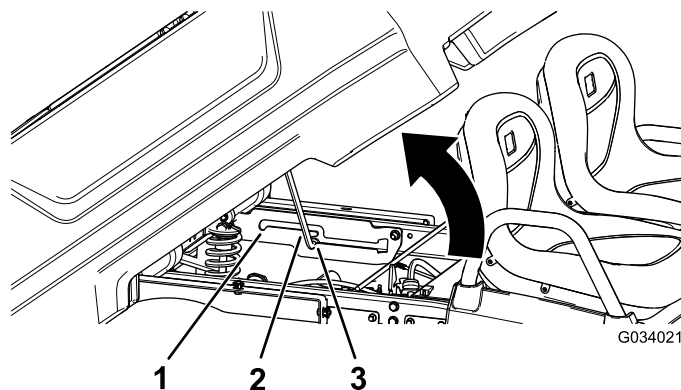

図 14
2. 支え棒をダンプ位置の固定スロットにはめ込んで荷台を固定する図 14。
2. 支え棒を整備位置の固定スロットにはめ込んで荷台を固定する図 14。
2. 荷台の底部のスロットにはめ込んであった支え棒を外す図 14。